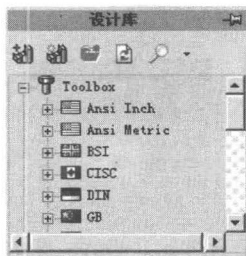

图1-4
- Toolbox: 包括使用单位所制定的常用标准件，如图 1-4 所示。